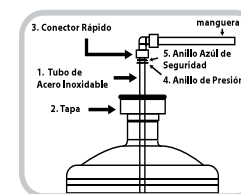

Fig.1
3. Instalación de la conexión de la bomba para el botellón de agua (Fig. 1)
A. Coloque un botellón de agua de 3 o 5 galones afuera de la unidad, al frente de la puerta abierta del gabinete. Introduzca el tubo de acero inoxidable (1) dentro del botellón con al menos un galón de agua (inserte el extremo doblado del tubo en el botellón). Una parte del tubo estará expuesto sobre el cuello de la botella. Es normal tener una porción adicional expuesta del tubo cuando se utiliza un botellón de agua de 3 galones.
B. Deslice la tapa (2) sobre el tubo y presiónela en la apertura del botellón para asegurarla.
C. Retire el anillo azul de seguridad (5) con el fin de conectar la manguera con el conector rápido (3) hasta el final del tubo de acero inoxidable. Asegúrese que el tubo sea colocado completamente en el conector hasta que se sienta la parada, de lo contrario el agua no podrá ser bombeada. Vuelva a colocar el anillo azul de seguridad en su posición original. El conector debe permanecer firmemente en el tubo.